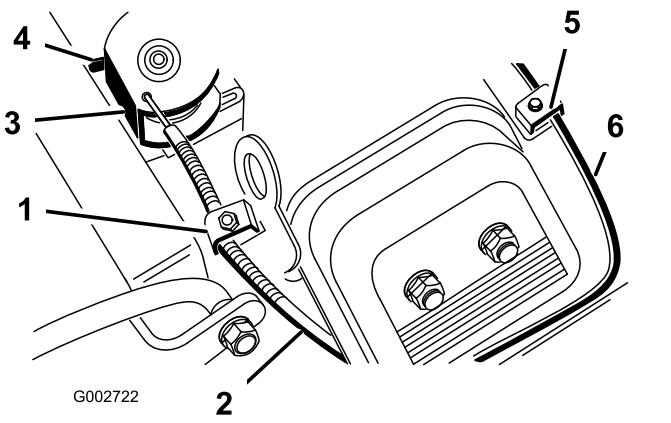

図39
2. スロットルケーブルをエンジンに固定しているクランプのねじをゆるめる図39。
4. スロットルケーブルを十分に引いて、スイベルの後部をストップに接触させる図39。
- チョークケーブルをエンジンに固定しているクランプのねじをゆるめる図 39。
- チョークケーブル図 39を十分に引いてチョークを完全に閉じ、その位置でクランプのねじを締める。